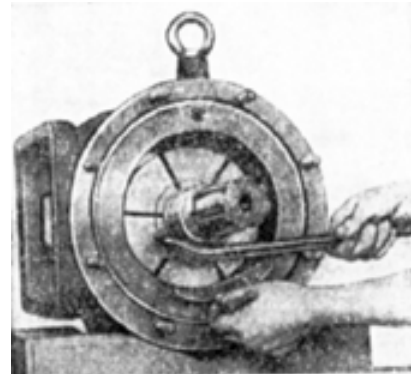
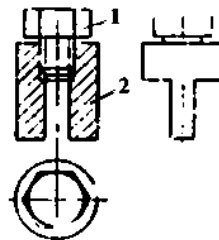

Рис. 32. Установка прокладки из фольги радиального зазора между ротором и цилиндром
Рис. 33. Домкратик
9.5.4. Установить между ротором и выемкой в цилиндре с двух сторон прокладки толщиной 0,2–0,25 мм (рис.32), шириной 10–12 мм, длиной 100–120 мм. Прокладки следует располагать на расстоянии 20–30 мм от торцов цилиндра. Ротор под действием своего веса центруется относительно продольной оси цилиндра. Для того чтобы при сборке ротор не мог изменить своего положения в цилиндре, в его пазы с обеих сторон вставить специальное приспособление – домкратик (рис. 33, 34).